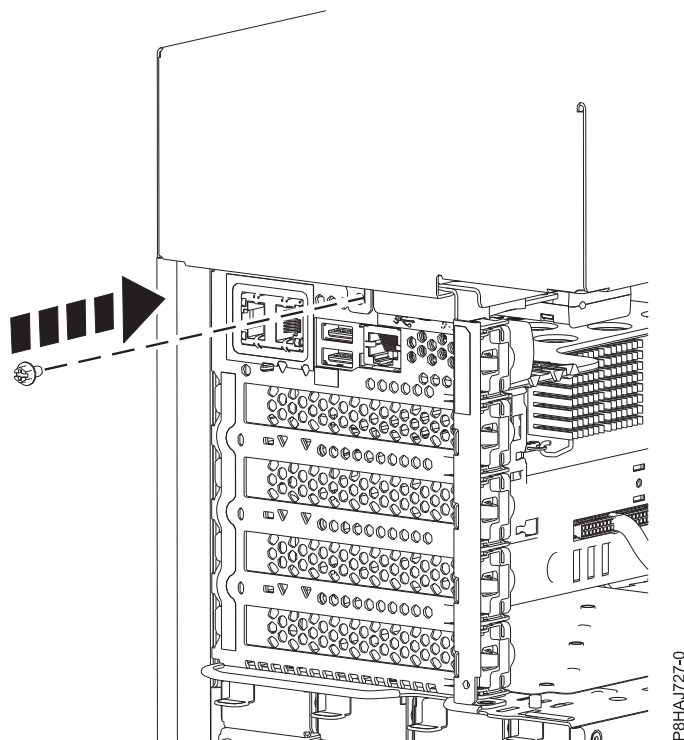

Abbildung 69. Schraube der Seitenabdeckung bei einem eigenständigen System vom Typ 8286-41A anbringen
5. Bringen Sie die hintere Schraube der Seitenabdeckung mit einem Kreuzschlitz-Schraubendreher an (siehe Abb. 69 auf Seite 115).